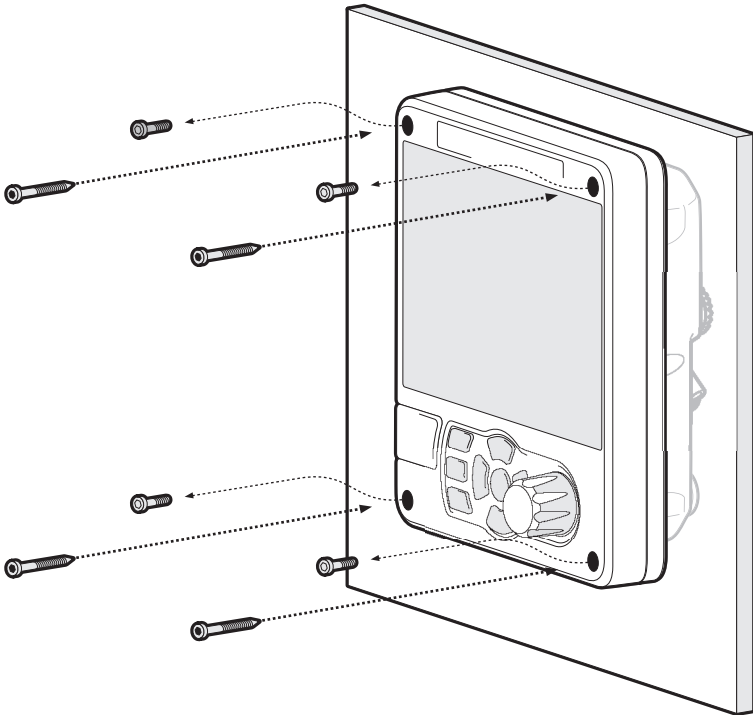

Abbildung 6 Panelmontage des AIS-Transponders
- Der Transponder kann mithilfe der mitgelieferten vier selbstschneidenden Schrauben panelmontiert werden. Weitere Informationen hierzu finden Sie in Abbildung 6. Bei Verwendung dieser Montageoption ist der Zugang hinter das Panel erforderlich.
Um das Gerät am Panel zu montieren, ist das Entfernen der 4 Zylinderschrauben erforderlich, die sich an der Vorderseite des Geräts befinden. Siehe Abbildung 6.